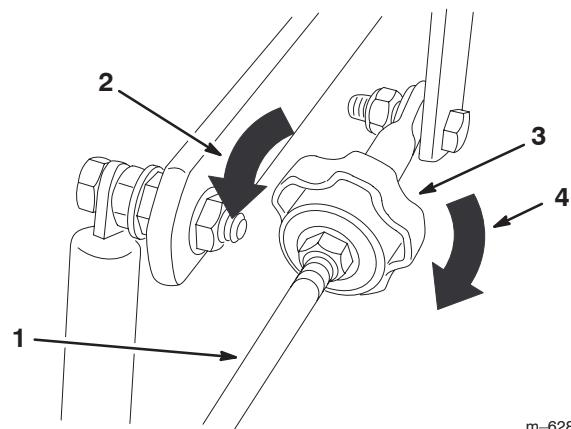

Figure 47
- Pour que la machine tire à droite, tournez le bouton vers la droite de la machine (voir Figure 47).
- Pour que la machine tire à gauche, tournez le bouton vers la gauche de la machine (voir Figure 47).